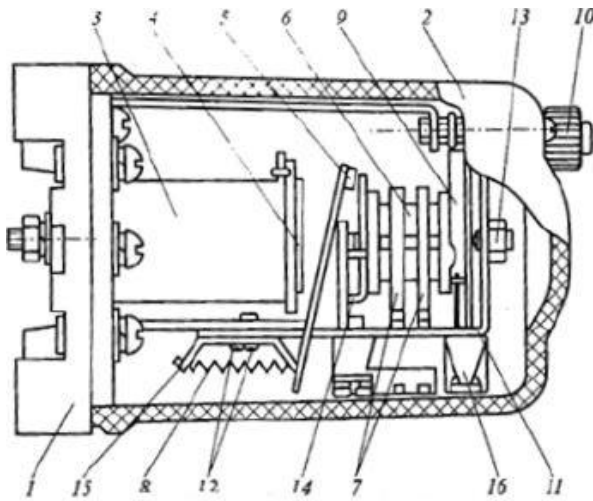

Рис. 3. Конструкция сигнальных реле.
3. Назовите элемент 1, изображённый на рис. 3
5. Назовите элемент 11, изображённый на рис. 3.